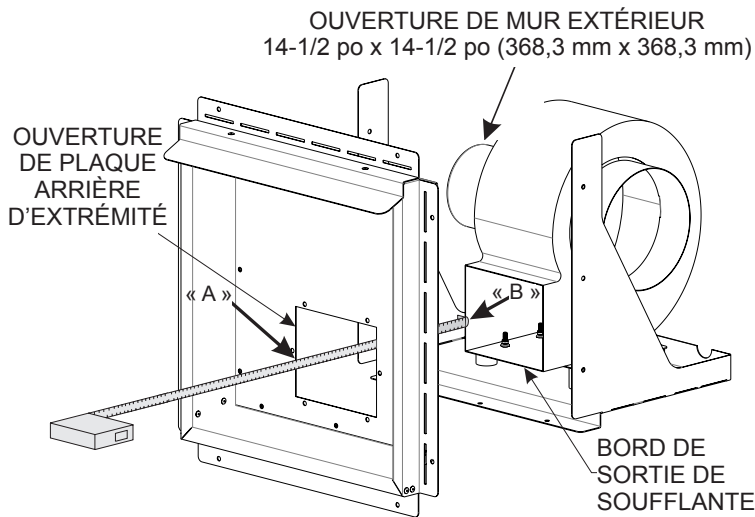

Figure 16
20. Repérer les deux moitiés du conduit d'air. Pour déterminer la longueur nécessaire de ce conduit, mesurer la distance entre la sortie du logement de la soufflante et le rebord interne de l'assemblage d'extrémité extérieure. Voir **Figure 16**.